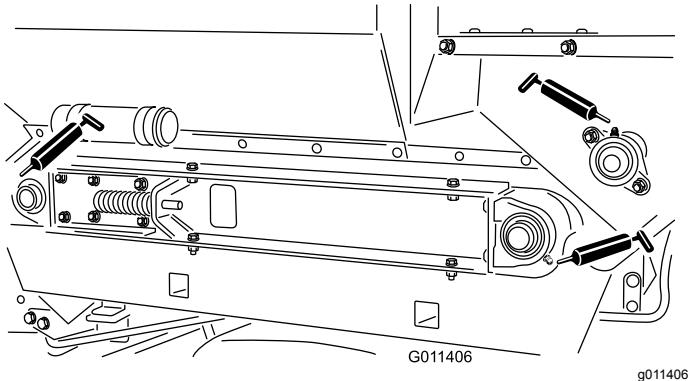

Figura 21
Posizione e numero di raccordi (Figura 21) di ingassaggio sono: Cuscinetti dell'albero del rullo (4) e cuscinetto dell'albero della spazzola (1).